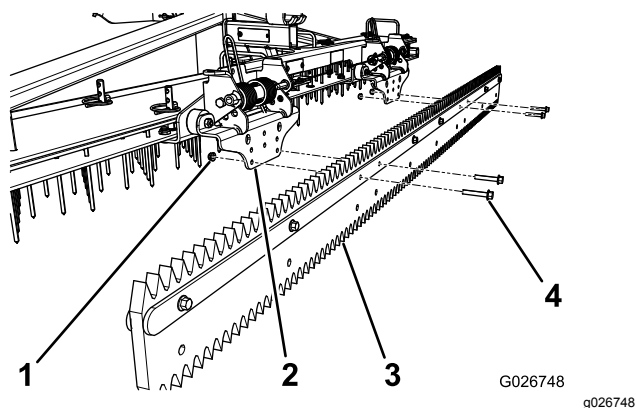

Figure 9
1. Retirez 4 vis et écrous, comme montré à la Figure 9.
- Alignez les trous du groomer et les trous inférieurs des supports de ressort (Figure 9).
- À l'aide des 4 vis et écrous retirés précédemment, fixez le groomer aux supports de ressort (Figure 9).